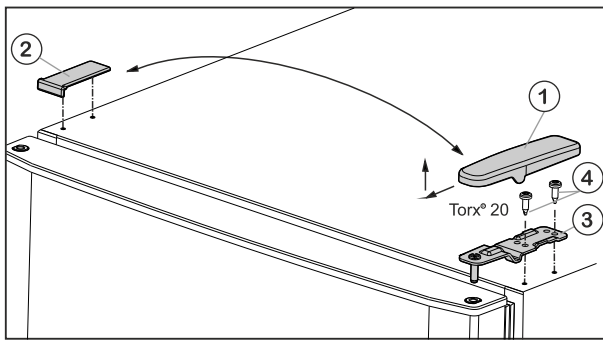

Fig. 5
- ▶ Изтеглете покритието Fig. 5 (1) напред и нагоре.
- ▶ Свалете покритието Fig. 5 (2).
- ▶ Развийте горната лагерна стойка Fig. 5 (3) с (2 x Torx® 20) Fig. 5 (4) и издърпайте нагоре.
- ▶ Поставете горната врата върху лагерната опора в средата (13).
- ▶ Поставете горната лагерна опора Fig. 5 (3) върху новата страна на шарнира във вратата.
- ▶ Затегнете горната лагерна опора **здро̀во** (с 4 Nm) (2 x Torx® 20) Fig. 5 (4). Евентуално използвайте акумулаторна отвертка.
- ▶ Поставете капака Fig. 5 (1) от срещуположната страна отвън и го фиксирайте.
- ▶ Поставете капака Fig. 5 (2) също от срещуположната страна отгоре и го фиксирайте.